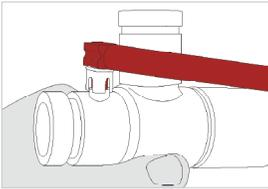

Abbildung 24
- Schließen Sie den Schnellanschluss des roten Schlauchs (sofern vorhanden) an der Gehäusevorderseite des Phasitron® an. (**Abb. 24**)